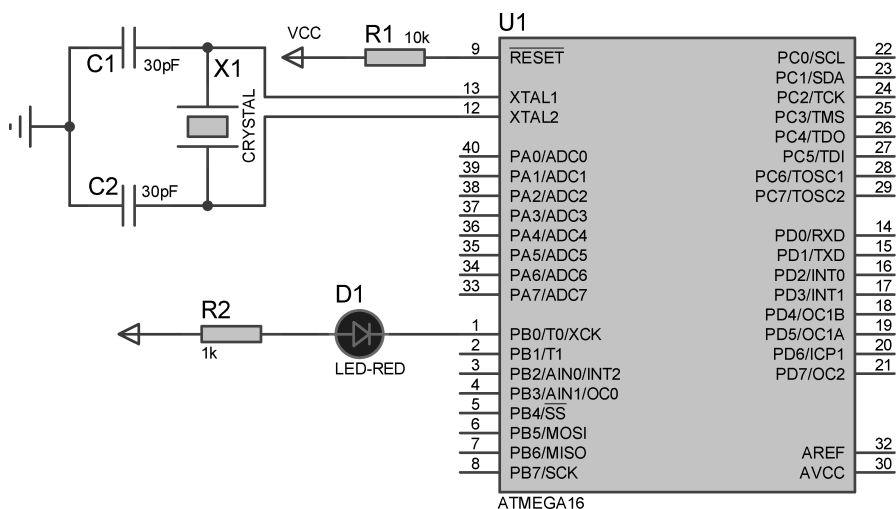

图 4.44 ICC AVR 和 Proteus 联合调试
(1) 新建一个 Proteus ISIS 电路图文件, 添加如图 4.44 所示的电路, 其涉及的典型器件如表 4.1 所示。